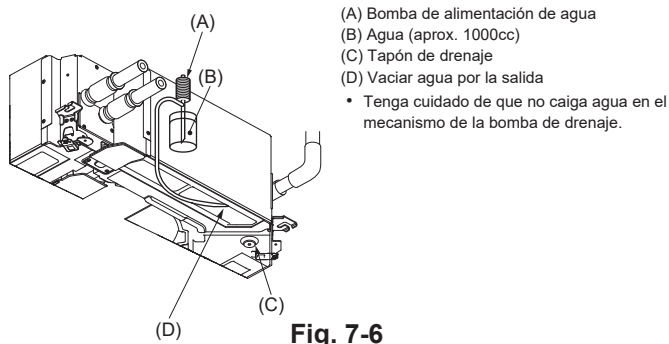

Fig. 7-6
7.4. Comprobación del drenaje (Fig. 7-6)
- * El depósito de drenaje y el ventilador se activan simultáneamente al conectar la tensión monofásica de 220-240 V en S1 y S2 del bloque de terminales después de activar (ON) el conector (SWE) del cuadro del controlador que hay en la caja de componentes eléctricos.